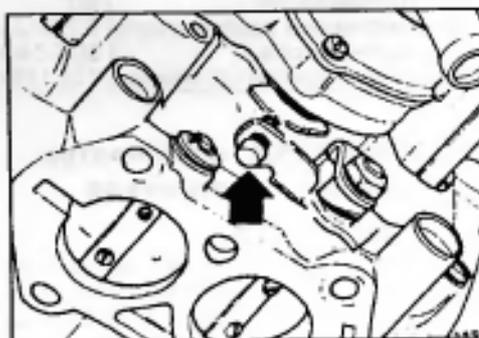

Рис. 3 Регулировочный винт повышенной частоты вращения холостого хода
а) Откройте дроссельную заслонку и поверните кулачок повышенной частоты вращения холостого хода так, чтобы стопорный винт (Рис. 3) не касался кулачка.
- Откройте дроссельную заслонку, закройте воздушную заслонку, затем отпустите дроссельную заслонку. Регулировочный винт (Рис. 3) должен теперь находиться на вершине кулачка повышенной частоты вращения холостого хода.
- При необходимости снимите предохранительный колпачок с регулировочного винта (Рис. 3) и произведите регулировку.
- Откройте дроссельную заслонку и поверните кулачок повышенной частоты вращения холостого хода так, чтобы стопорный винт (Рис. 3) оказался в наивысшей точке кулачка.